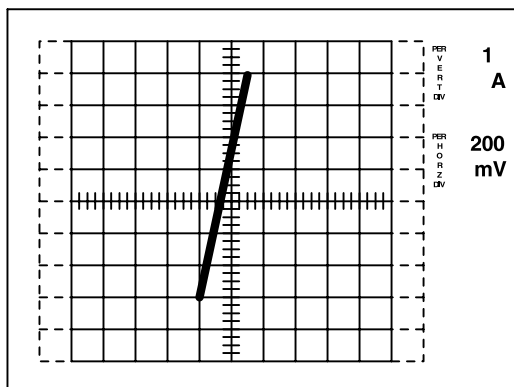

Рис.10. Напряжение исток-сток ( $V_{SD}$ )
11. Прибор подключается с помощью переключателя LEFT/RIGHT. Увеличивайте напряжение ручкой VARIABLE COLLECTOR SUPPLY, пока не будет достигнут нормативный ток (ЭА для IRF630.) Считайте значение  $V_{sd}$  с изображения (См. Рис.10).